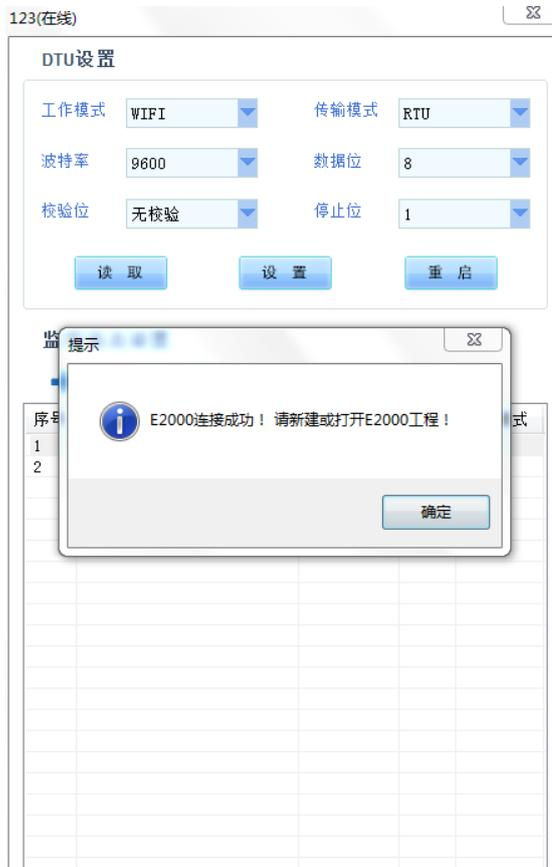

图 2-2-29 设备连接界面
6) 设备增加成功后，在设备列表中鼠标双击相应的设备，将会与设备进行通讯连接，若连接成功将弹出提示窗口（如图 2-2-29 所示）。